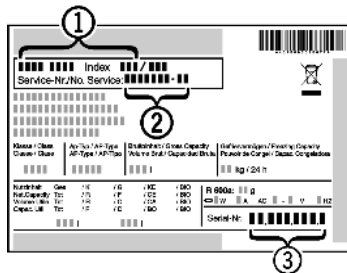

Fig. 34
► Наименование устройства Fig. 34 (1), сервисный № Fig. 34 (2) и серийный № Fig. 34 (3) считайте с заводской таблички. Заводская табличка находится внутри устройства слева.
- Обратитесь в сервисную службу и сообщите вид неисправности, наименование устройства Fig. 34 (1), сервисный № Fig. 34 (2) и серийный № Fig. 34 (3).